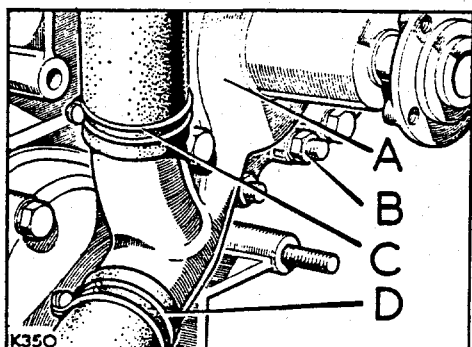

Abb. A1-44. Befestigungen für Wasserpumpe und Kühlwasserschläuche
2. Wasserpumpe montieren und die Kühlwasserschläuche unter Bezugnahme auf Abb. A1-44 anschliessen. Die $\frac{1}{8}$ in. UNF Schrauben für die Befestigung der Wasserpumpe weisen unterschiedliche Längen auf. Aufpassen, dass sie vorschriftsgemäss eingesetzt werden.